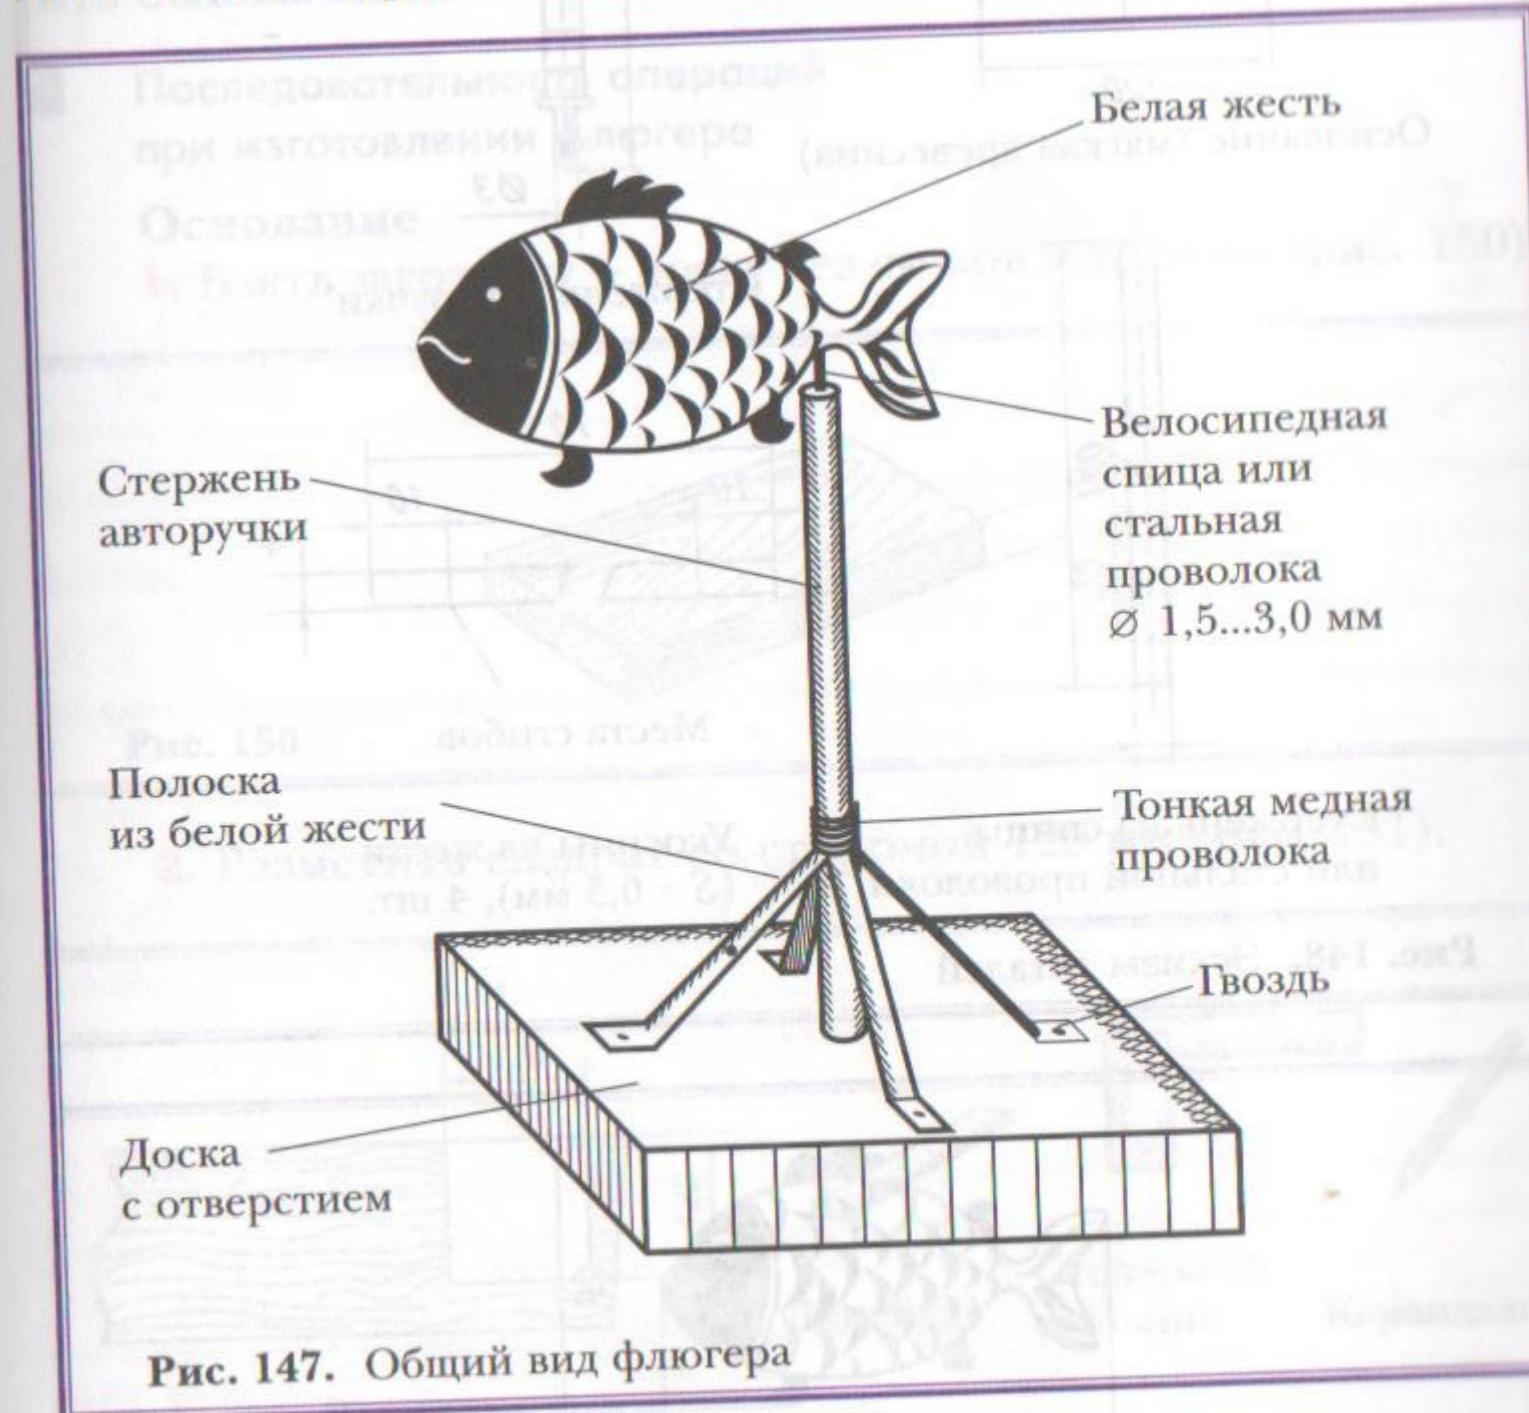

Рис. 147. Общий вид флюгера
■ Проработка лучшей идеи (рис. 147–149)